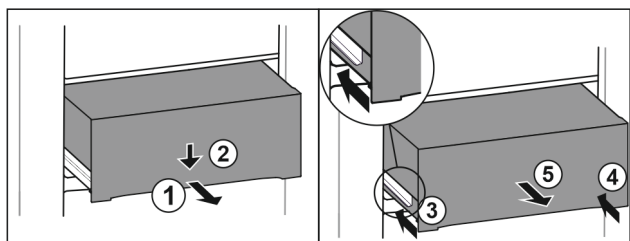

Fig. 99
- ▶ Вытяните выдвижной ящик наполовину. Fig. 99 (1)